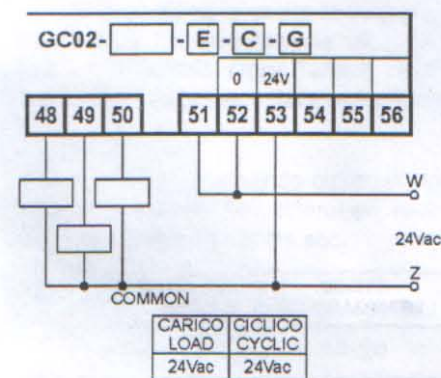

Fig.3
-Pin 51: il collegamento di questo morsetto cambia a seconda del modello (vedere fig. 3 ÷10).